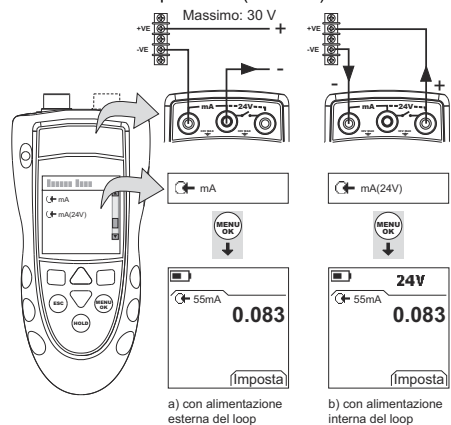

Figura 7: Esempio configurazione – Misurazione di mA
- Collegare lo strumento (Figura 7) e, se necessario, modificarne il Setup (Tabella 1).
1. Solo per DPI802/802P. Collegare lo strumento all'apparecchiatura di calibrazione (Figura 7).